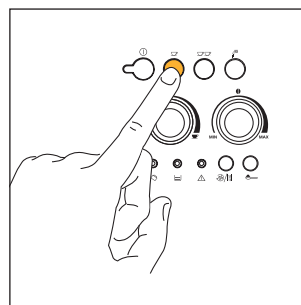
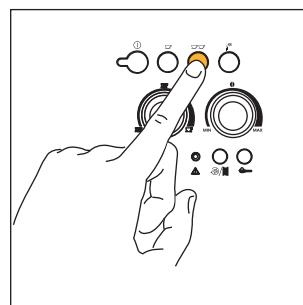

Fig. 12
Fig. 13
- 5) Presione el botón ☕ (fig. 12) si prefiere hacer un café o el botón ☕☕ (fig. 13) si prefiere hacer dos cafés. Ahora la máquina moltura los granos, realiza una breve pre-infusión y después completa la erogación en la taza.
NOTA 4: Mientras la máquina está haciendo el café, es posible detener la erogación en cualquier momento presionando el botón ☕ (fig. 12) o ☕☕ (fig. 13) antes seleccionado.
NOTA 5: ni bien se haya concluido la erogación, si quiere aumentar la cantidad de café en la taza, basta con mantener apretado el botón ☕ (fig. 12) o ☕☕ (fig. 13) antes seleccionado hasta obtener la cantidad deseada (esta operación debe realizarse transcurridos 3 segundos desde que concluyó la erogación).